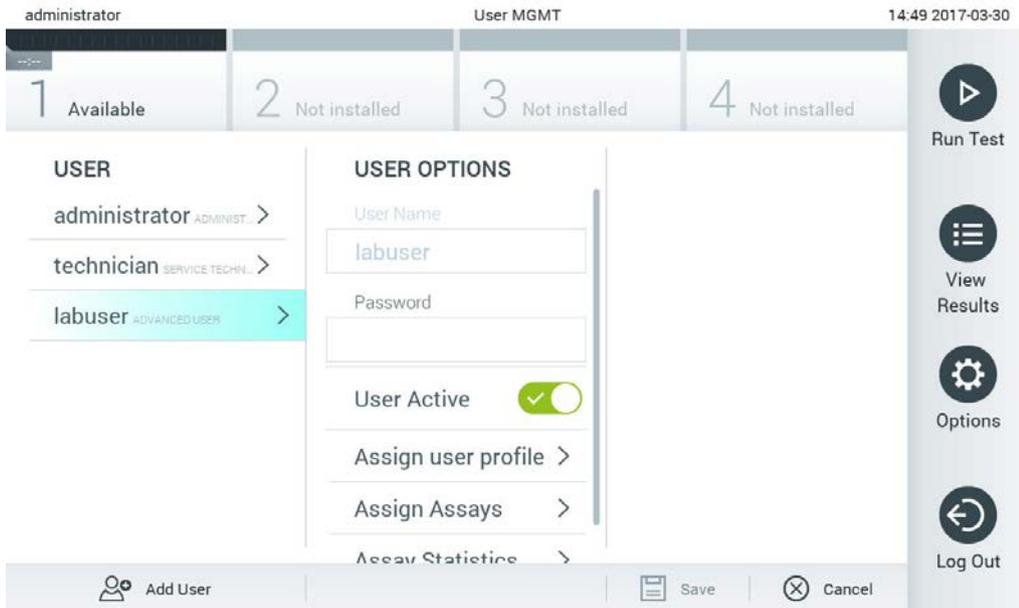

Figura 59. Selección y administración de usuarios.
2. Seleccione el usuario que desea administrar en la lista de la columna izquierda de la zona de contenido (figura 59).